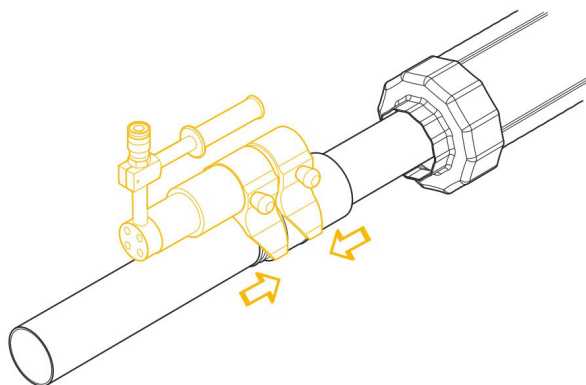

Рис. 5.7.11
9. При помощи гидравлического насоса произвести запрессовку пресс-фитинга (рис. 5.7.11).